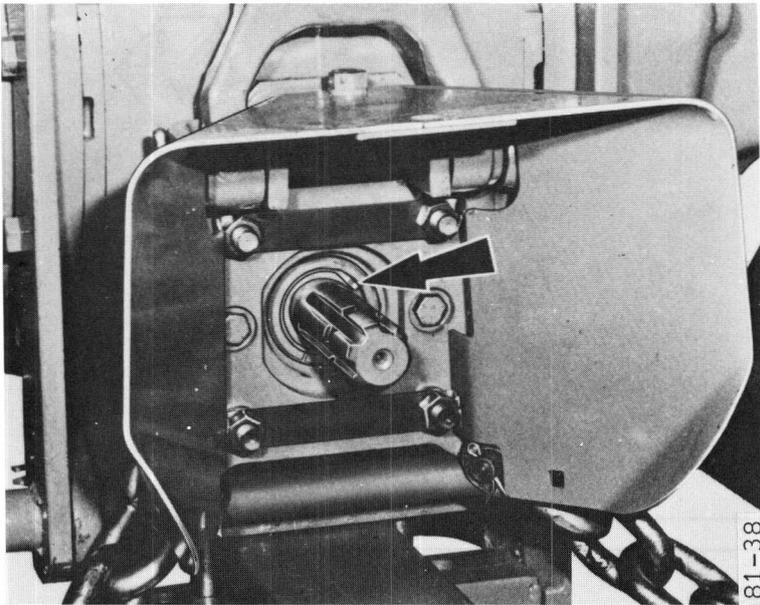

Fig. 3
- 2 – Fig. 3. Placer un récipient pour recueillir l'huile se trouvant dans le logement et déposer le circlip de fixation de l'arbre de prise de force.